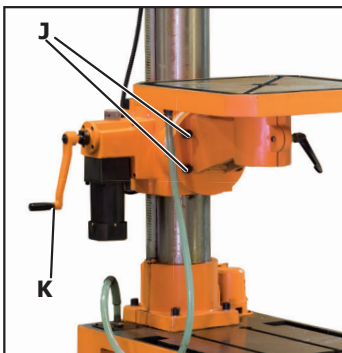

Рис. 8
Наклон стола (рис. 8)
Для сверления заготовок под определенным углом, на станке предусмотрен наклон стола в диапазоне $\pm 45^\circ$. Для наклона стола необходимо ослабить 4 винта (рис. 8) повернуть стол на необходимый угол и зафиксировать винтами (J).
Подъем стола (рис. 8)